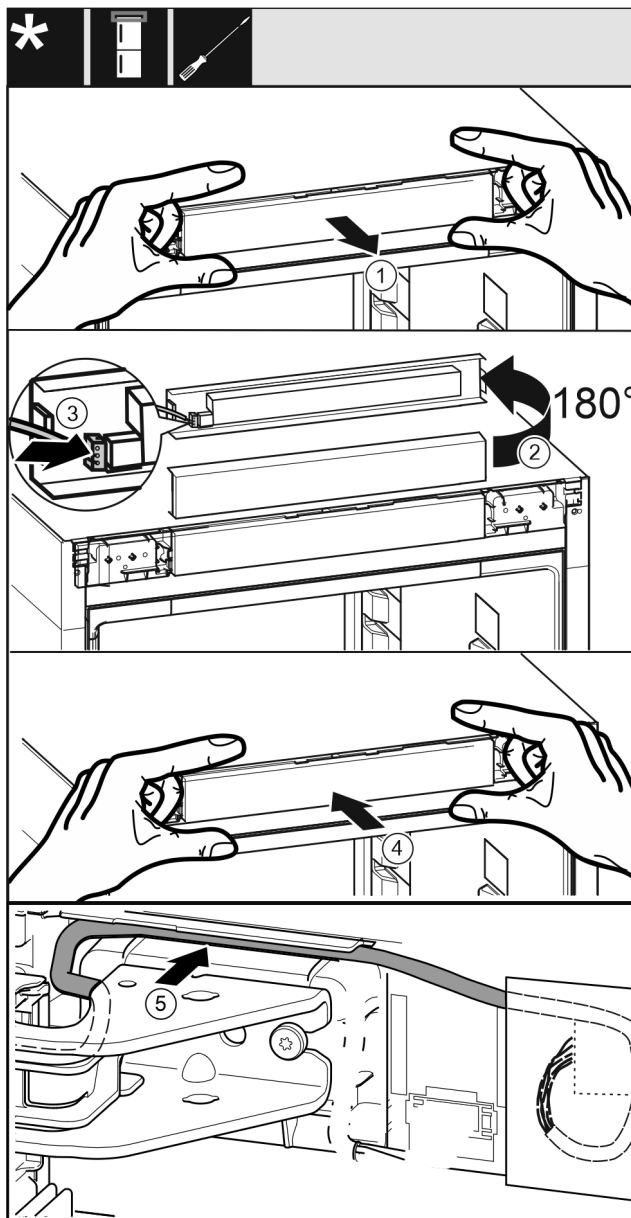

Fig. 31
- ▶ Extrageți cu precauție masca de operare. Fig. 31 (1)
- ▶ Rotiți masca cu 180° în sus. Fig. 31 (2)
- ▶ Fixați în poziție fișa la masca piesei de operare. Fig. 31 (3)
- ▶ Fixați din nou în poziție masca de operare la aparat. Fig. 31 (4)
- ▶ Pozați cu precauție cablul gri în ghidaj deasupra suportului superior de lagăr. Fig. 31 (5)